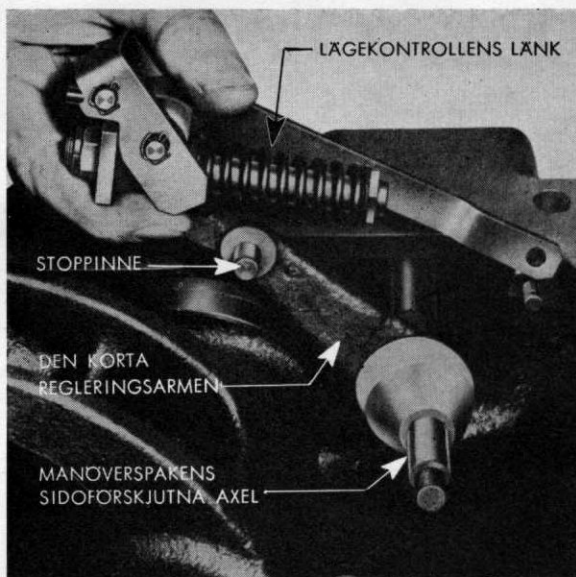

Fig. 32. Montering av lägekontrolllänkaget på bakaxelhusets lock.
4. Placera lägekontrollen i locket med den excentriska delen av den sidoförskjutna axeln inåt (se Fig. 32) och fäst lägekontrollens länk vid den excentriska axeln. Lås med en planbricka och saxsprint.